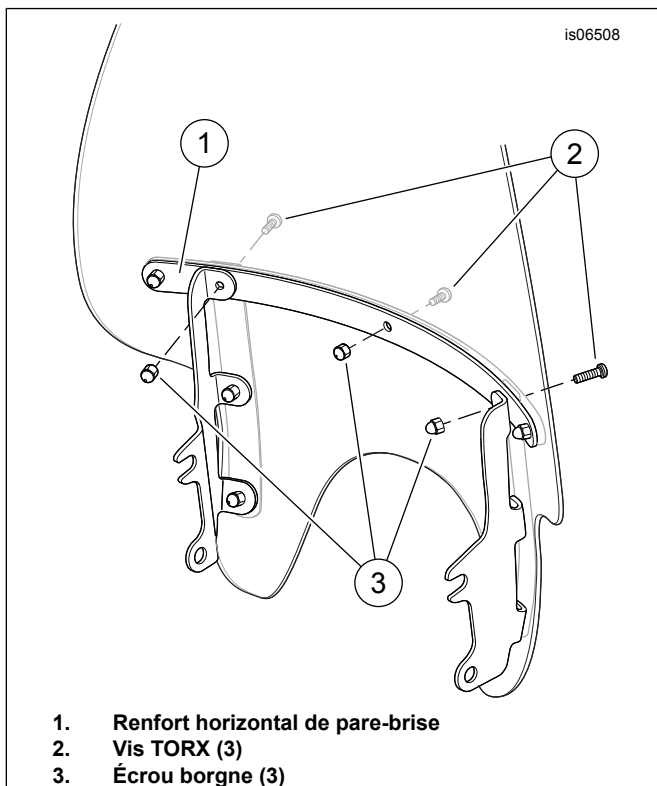

Figure 3. Retirer les fixations supérieures du pare-brise (typique)
2. Voir Figure 3. En saisissant les écrous borgnes (3) sur le côté arrière, retirer les trois vis TORX **les plus intérieures** (2) qui attachent le renfort de pare-brise horizontal (1). Conserver les écrous borgnes pour l'installation. Les vis peuvent être jetées.